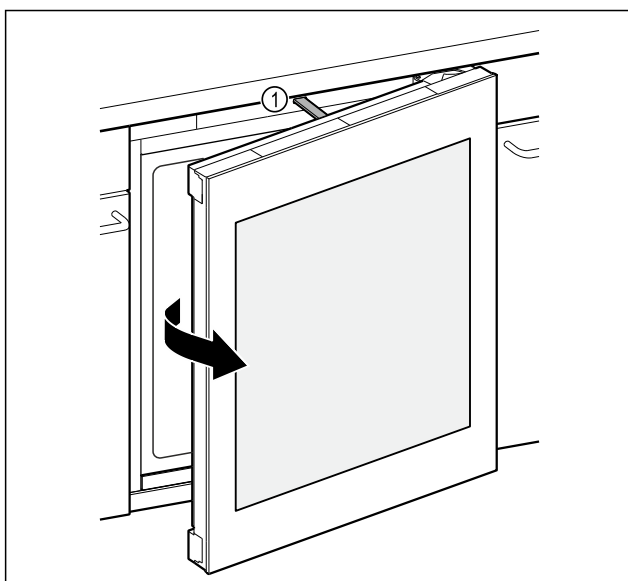

Fig. 145
- Posuvné táhlo Fig. 145 (1) otevře dveře přibližně na 7 cm.